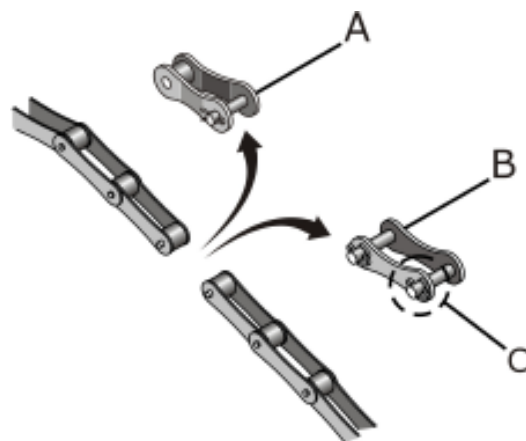

fig. 18
Las cadenas de transmisión salen de fábrica preajustadas según la distancia entre ejes de los piñones. Si se requiere algún tipo de mantenimiento o reparación de los empalmes (B) o de las reducciones (A), retire el pasador (C), eliminando el número de empalmes, reducciones o eslabones sueltos (fig. 18).